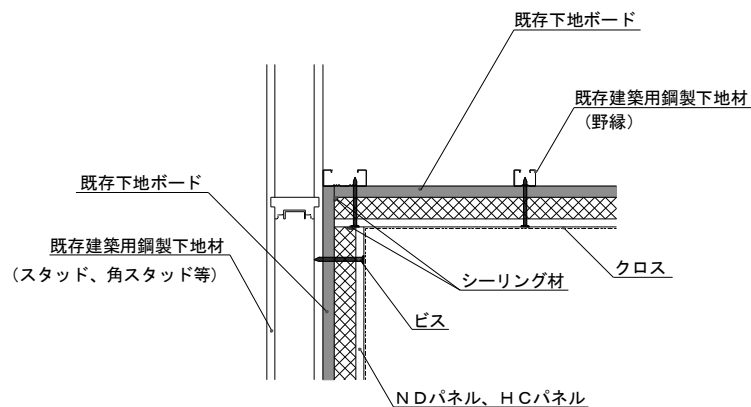

図8 壁－天井の入隅部納まり図（例）
② 入隅納まり図（例）[壁－天井]
- ・ 図8のように、天井については建築用鋼製下地材である野縁等にビス固定をしてください。